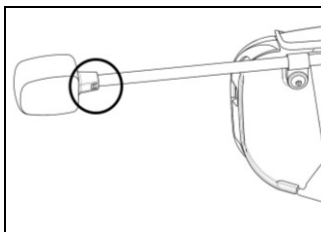

Abb. 4
- Bringen Sie das Mikrophon entsprechend der Abbildung 4 in seiner Halterung an. Kontrollieren Sie, dass die mit dem Schriftzug "n" versehene Seite des Mikrophons gegen das Helminnere gerichtet ist.